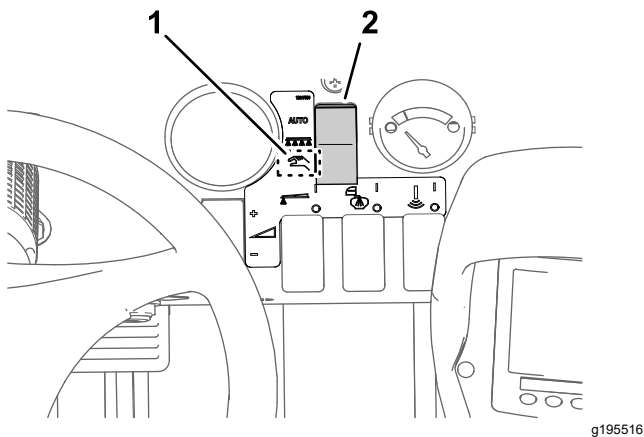

Figure 43
- Placez le sélecteur de mode du pulvérisateur en position Mode manuel (Figure 43).